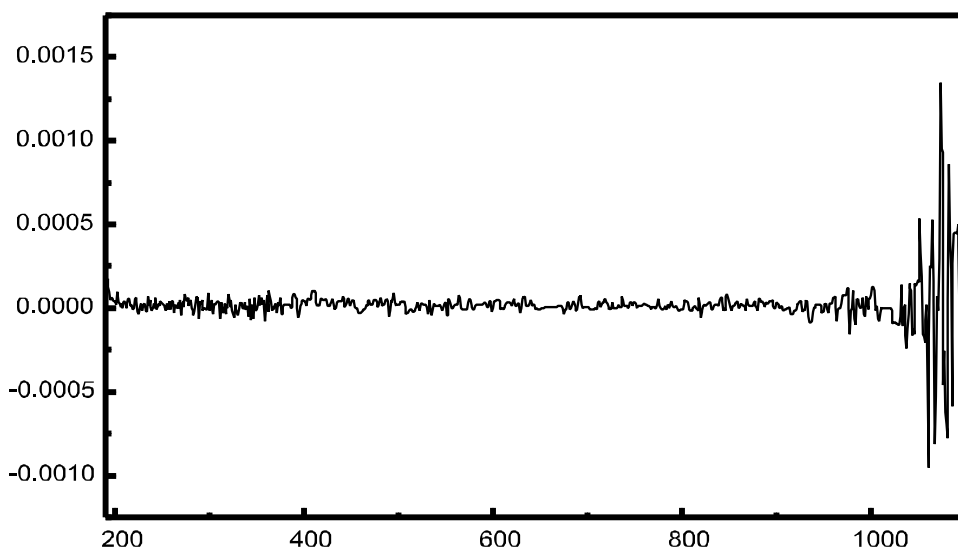
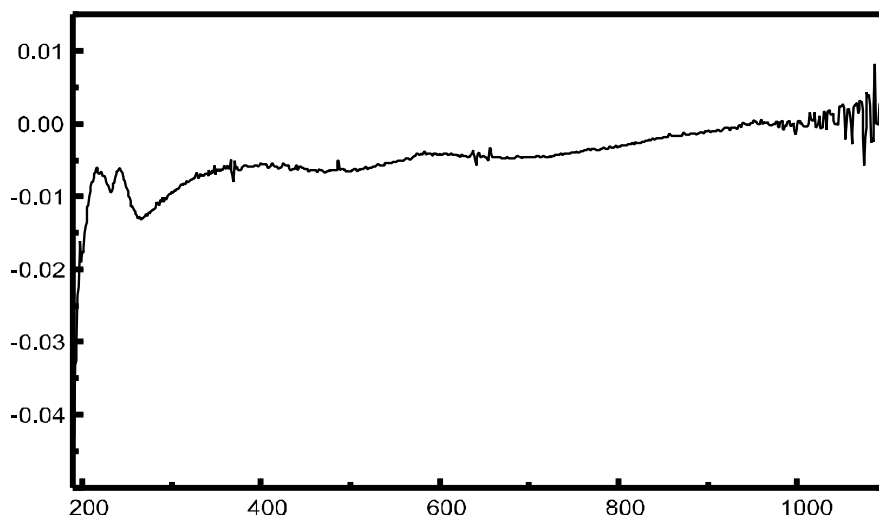

Figura 9 Ejemplo de una medida en blanco con agua, que muestra una buena línea base
Figura 10 Ejemplo de una medida en blanco con agua con burbujas, que provocan una línea base deficiente
- ✓ La medida en blanco muestra una línea base (en la Figura 9 y la Figura 10 en la página 52 se muestra una línea base aceptable y otra deficiente)
Si la medida en blanco o los espectros muestran sustancias extrañas como la que aparece en la Figura 10, véase el apartado "Disolventes" en la página 46 para optimizar el procedimiento de medida.